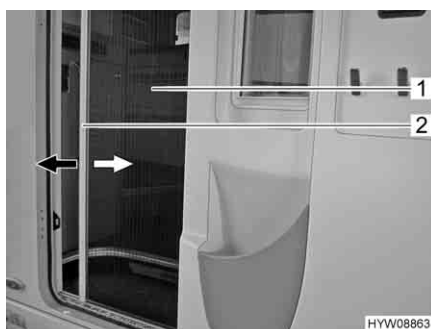

Fig. 31 Protezione contro gli insetti
- Afferrare la barra di presa (Fig. 31,2) con entrambe le mani ed estrarre con movimento uniforme la protezione contro gli insetti (Fig. 31,1) dall'alloggiamento della porta.
- Afferrare la barra di presa (Fig. 31,2) con entrambe le mani e spingere la protezione contro gli insetti (Fig. 31,1) nell'alloggiamento della porta esercitando una leggera pressione.